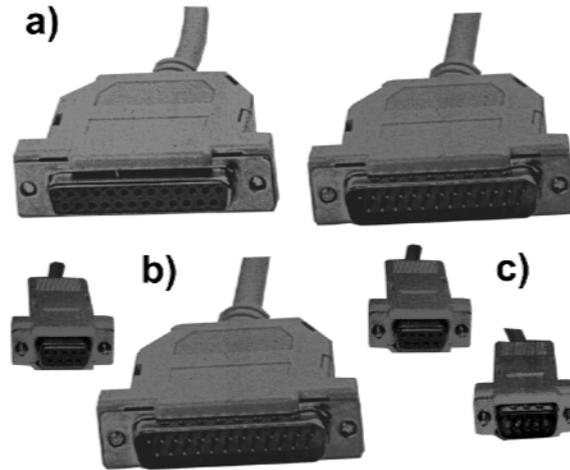

Abbildung 8.11 Geräte- und Nullmodemkabel (Modemanschlußkabel)
1. Dateneneinrichtung mit Datenübertragungseinrichtung (DTE-DCE-Verbindung, Gerätekabel; Abbildung 8.11),